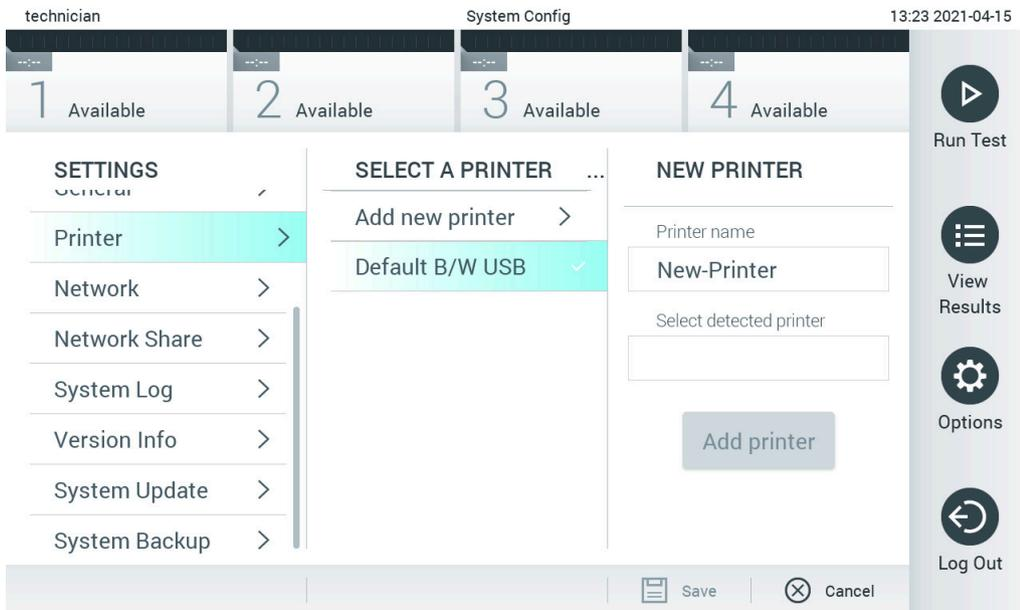

Figura 101. Instalação da impressora com instalação de driver
5. Clique em **Add Printer** (Adicionar impressora) (Figura 101).